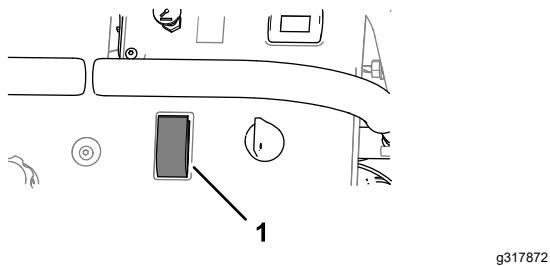

Figure 41
- Placez la commande de la pompe de pulvérisation à la position MARCHE (Figure 41).